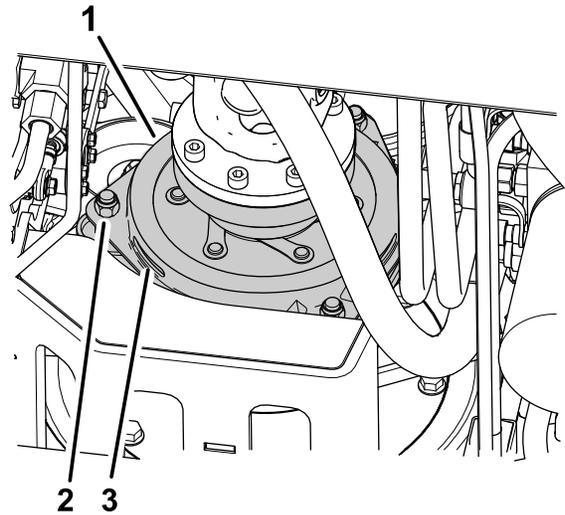

図 80
3. クラッチのライニングと摩擦プレートとの間のギャップを 0.3 mm のすきまゲージが軽い抵抗で通れるように調整する 図 80。
注 調整ナットを右に回すと隙間が小さくなります 図 80。整備時の隙間の最大値は 0.6 mm です。3ヶ所すべてのすき間を 0.4 mm (0.012") に調整してください。